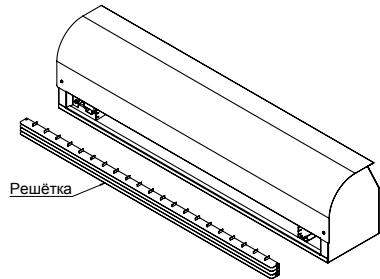

Рисунок 5
- С передней воздуховыпускной решетки выкрутить крепежные винты М4х14 по 2 шт. с каждой стороны (см.рисунок 5).